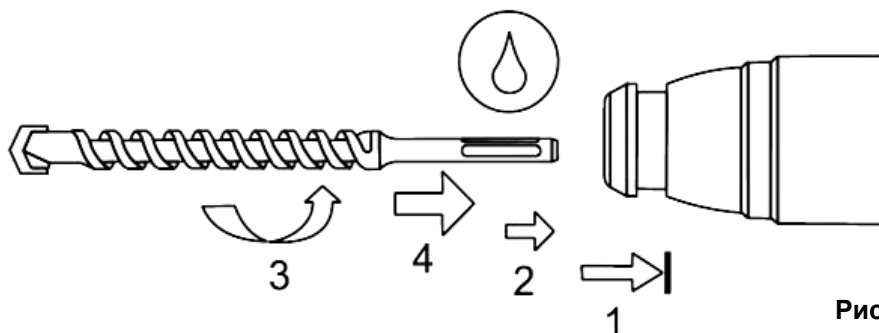

Рис. 3
- Нажмите на подвижную крышку патрона перфоратора, отведите ее назад (См. Рис.3).